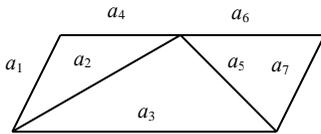

Рис. 3.3. Неориентированный граф
**Задача 3.4.** Построить матрицу смежности ребер и дуг неориентированного графа и орграфа, представленных на рис. 3.3 и 3.4.